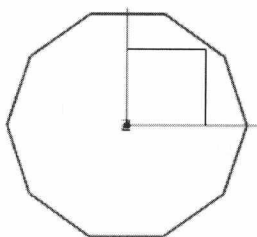
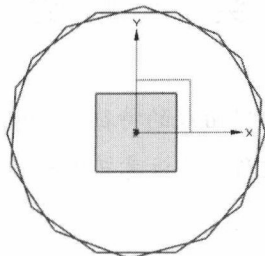
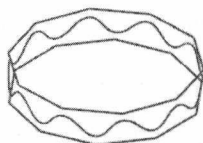

图 1.2.1 多边形 1
图 1.2.2 多边形 2
图 1.2.3 艺术样条
Step2. 创建图 1.2.1 所示的多边形 1。选择下拉菜单 **插入(I)** → **曲线(C)** → **多边形(P)** 命令;在 **多边形** 对话框的 **边数** 文本框中输入值 10。单击 **确定** 按钮,单击 **内切圆半径** 按钮,在 **内切圆半径** 文本框中输入值 50,单击两次 **确定** 按钮,然后单击 **取消** 按钮,完成多边形 1 的创建。
Step3. 创建图 1.2.2 所示的多边形 2。选择下拉菜单 **插入(I)** → **曲线(C)** →
Step4. 创建图 1.2.3 所示的艺术样条。选择下拉菜单 **插入(S)** → **曲线(C)** → **艺术样条(U)...** 命令；在 **类型** 区域的下拉列表框中选择 **根据极点** 选项，在 **参数化** 区域的 **次数** 文本框中输入值 2，选中 ☒ **封闭** 的复选框，其他参数采用系统默认设置值；在指定极点位置依次选取图 1.2.1 和图 1.2.2 所示的边线的端点为参考，单击 **<确定>** 按钮，完成艺术样条的创作。